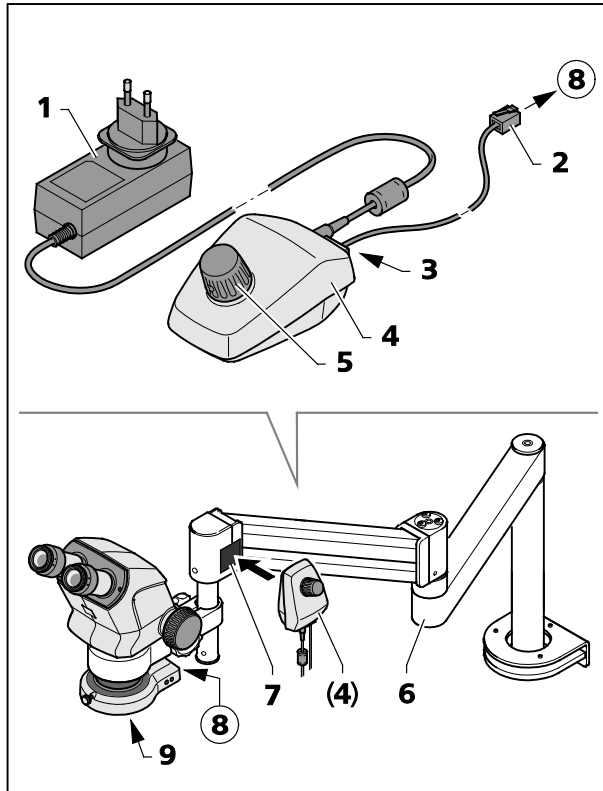

Fig. 18 Controller K LED
Le Controller K (Fig. 18/4) sert à commander l'éclairage vertical du corps de microscope Stemi 305 ou de l'éclairage annulaire dans le cas de l'utilisation des statifs à bras horizontal B ou U ou d'autres statifs.
- Vissez le système optique additionnel (Fig. 18/7) sur le corps du microscope.
- Appliquez la face autocollante de la plaquette aimantée (Fig. 18/7) sur le statif à bras pivotant.
- Enfichez une extrémité du câble de raccordement fourni (long de 1 m) (Fig. 18/2) dans la prise (Fig. 18/8) sur l'éclairage annulaire et l'autre extrémité dans la prise (Fig. 18/3) figurant au dos du Controller K.
- Fixez le Controller K (Fig. 18/4) à la plaquette aimantée (Fig. 18/7).
- Avec le bloc d'alimentation (Fig. 18/1), raccordez le Controller K au réseau d'alimentation électrique.
- Orientez le statif à bras pivotant (Fig. 18/6) de manière à pouvoir travailler dans une position ergonomique.
- Appuyez sur le bouton rotatif (Fig. 18/5) du Controller K pour allumer l'éclairage annulaire et réglez l'intensité de l'éclairage en tournant le bouton.